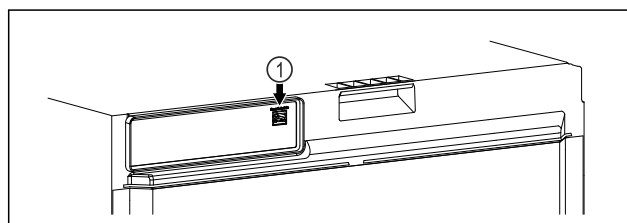

Fig. 141
- ☐ SmartModule Fig. 141 (1) on sisse pandud.